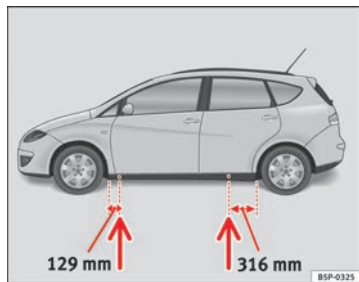

Abb. 180 Aufnahme-
- Suchen Sie den Aufnahmepunkt am Unterholm, der dem zu wechselnden Rad am nächsten liegt ⇒ Abb. 180.
Am Unterholm kennzeichnen jeweils vorn und hinten Eindrückungen die Stellen, an denen der Wagenheber angesetzt werden darf ⇒ Abb. 180. Für jedes Rad ist eine Stelle vorgesehen. An anderen Stellen darf der Wagenheber nicht angesetzt werden.